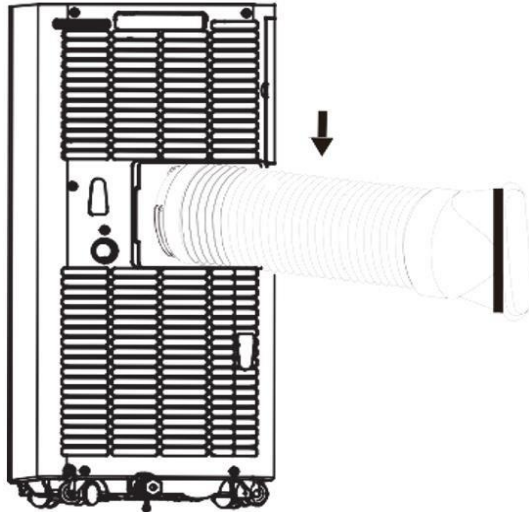

Fig.1
- Avvitare il tubo flessibile dell'aria di scarico (con adattatore) all'uscita dell'aria di scarico sul retro dell'apparecchio (in senso antiorario, fig. 1).